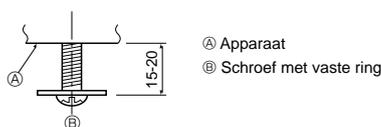

Fig. 5-5
5.4.1. Voorbereidingen (Fig. 5-5)